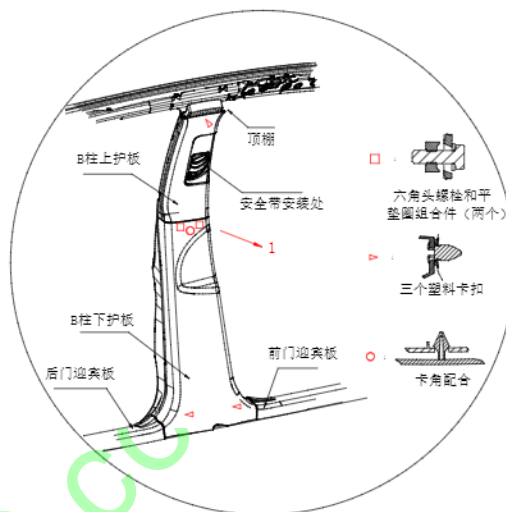

图 7 B 柱护板示意图
8.7.4 拆除 B 柱下护板沿钣金配合处用双手往外掰（如图 7 方向 1），把塑料卡扣紧固点（2 个）从钣金分离即可拿下 B 柱下护板。注意：另外还需要拆除 B 柱上护板与 B 柱下护板之间配合的 1 个欧米加卡子与 2 个楔行卡脚。